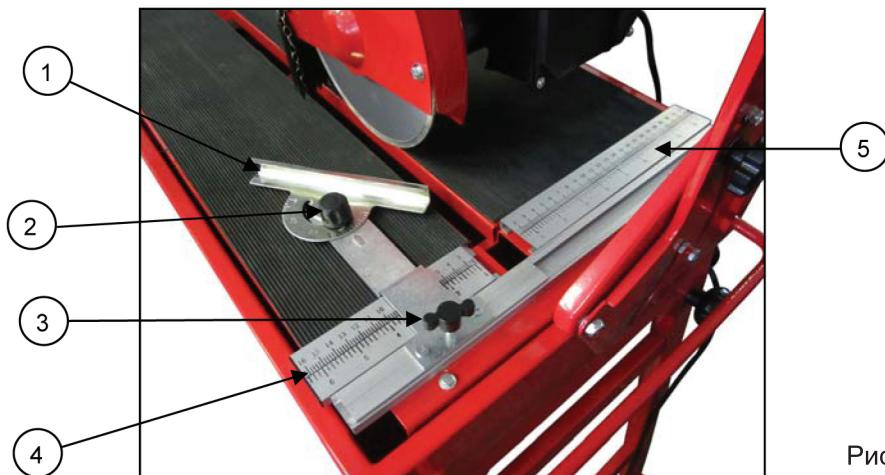

Рис. 10
Регулировка ширины реза (Рис. 10)
2. Ослабьте винт фиксации (2) транспортира и установите транспортир в положение 0°. Затяните винт фиксации транспортира (Рис. 10).
3. Ослабьте винт фиксации (3) регулируемого упора (1).
5. Зафиксируйте винт фиксации (3) регулируемого упора.
Регулировка угла реза (Рис. 10)